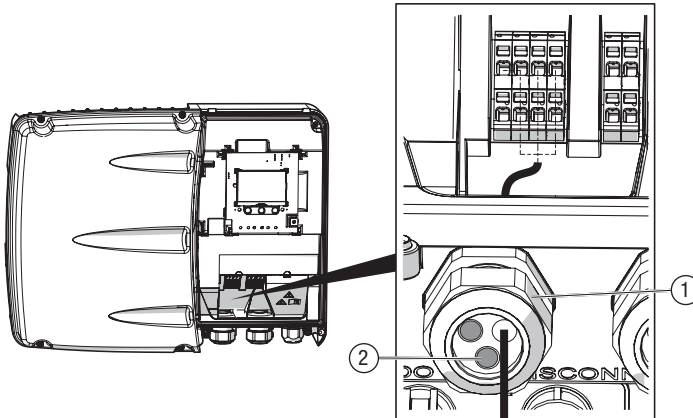

Bild 23 Anschluss externe Leistungssteuerung
- Führen Sie das Anschlusskabel durch die linke Kabelverschraubung (Bild 23/1).
4. Verschließen Sie die unbenutzten Durchführungen in der Mehrfachkabelverschraubung mit den Verschlussbolzen (Bild 23/2).